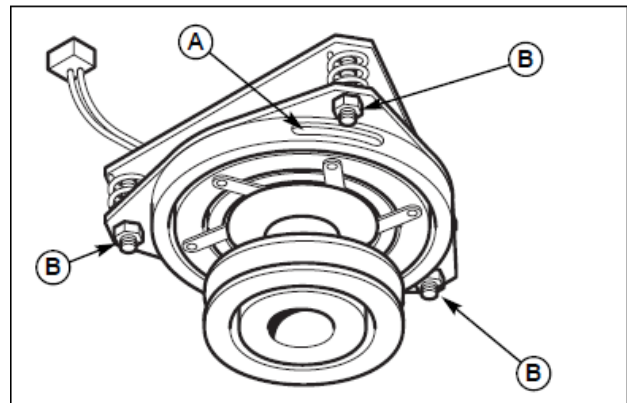

図 34 PTO クラッチの調整
2. 図34を参照し、ブレーキプレートにある3つの調整覗き穴(A)とプラスチック調整ナット(B)の位置に注意してください。
4. ロータ面までアマチュア面がゲージに当たるよう調整ナット(図34のB)を交互に締めてください。